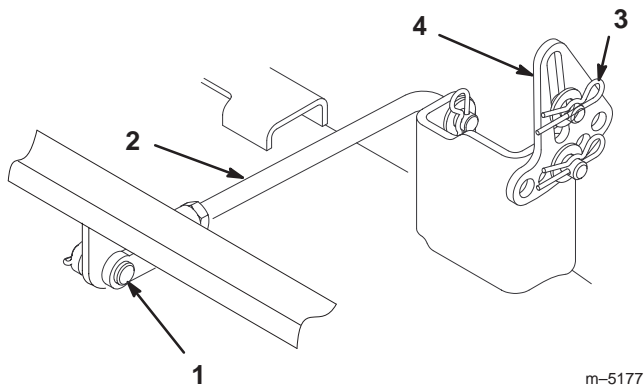

Figure 46
6. Retirez la goupille fendue et l'axe de chape de la tige du tourillon arrière (Fig. 46) de chaque côté du plateau de coupe.
7. Enlevez la goupille fendue et la rondelle des pattes de mise à niveau (Fig. 46) de chaque côté du plateau de coupe. Notez dans quel trou la patte de mise à niveau est montée, en prévision de la repose. Dégagez les pattes de l'axe de montage.
6. Fixez le tourillon arrière à la machine à l'aide de l'axe de chape et de la goupille fendue (Fig. 46) de chaque côté du plateau de coupe.
7. Glissez les pattes de mise à niveau sur les axes de montage et fixez-les à l'aide des rondelles et des goupilles fendues (Fig. 46).